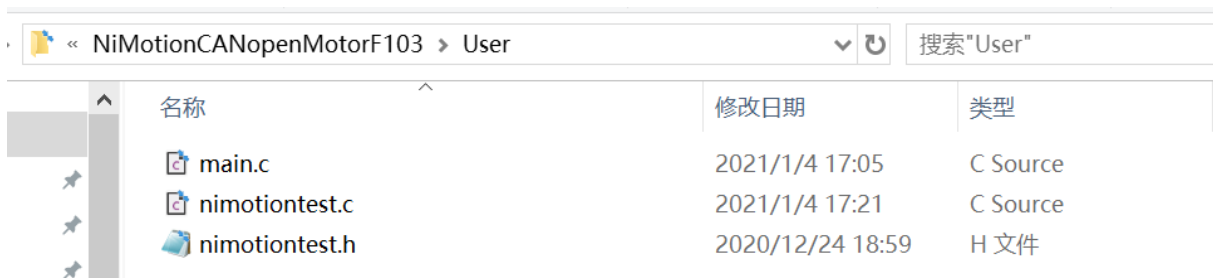

图 3
3. 打开文件夹 4，里面有两个 C 文件，如图 3 所示。